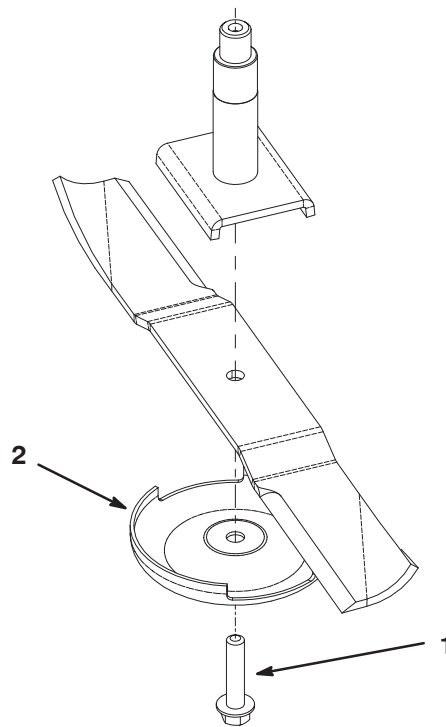

Figure 30
2. Tenez la lame à son extrémité avec un chiffon ou un gant épais. Enlevez le boulon de lame, la coupelle anti-scalp et la lame de l'axe de pivot (Fig. 30).